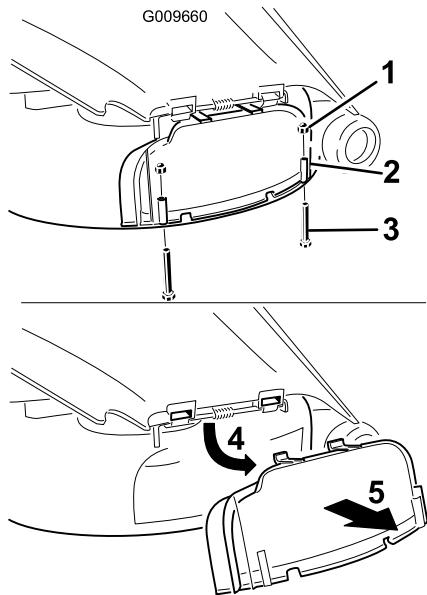

Figura 25
3. Rimuovete i due 2 bulloni e dadi che fissano il coperchio dello scarico al tosaerba (Figura 25).